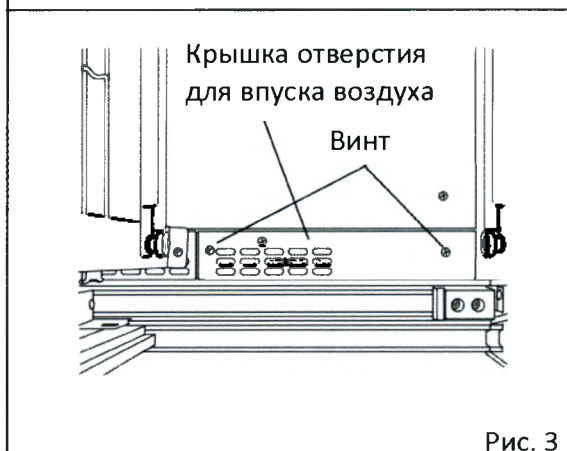

Рис. 3
5. Открутите два винта на крышке отверстия для впуска воздуха (с правой стороны) спереди снизу, и затем снимите крышку отверстия для впуска воздуха (Рис. 3).
3. Проведите жгуты через нижнее отверстие батарейной коробки и установите батарейную коробку справа спереди верхней части холодильника так, чтобы отверстия для четырех винтов совпали (Рис. 3).
4. Поместите батарею в правую часть батарейной коробки (Рис. 3).